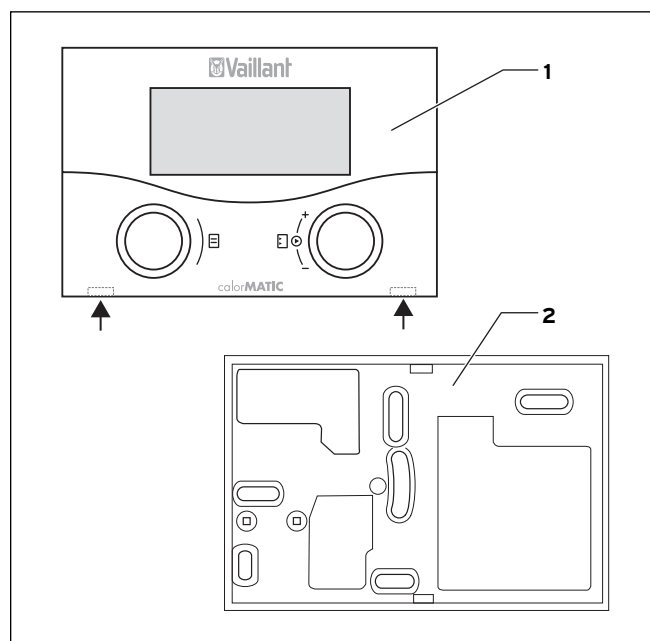

Fig. 5.1 Rimozione di calorMATIC 430f
- ⇒ Staccare la centralina di termoregolazione (1) dal supporto murale (2) inserendo un cacciavite in corrispondenza delle due linguette d'arresto (vedere freccia in fig. 5.1).